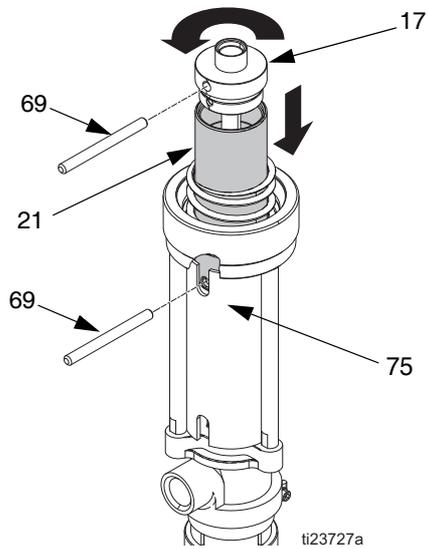

Рис. 13
4. Совместите паз кожуха (75) с отверстием поршня и установите штифт (69) в отверстие поршня для фиксации поршня. Воспользуйтесь вторым штифтом (69), чтобы отвинтить крышку поршня (17) и отделить ее от поршня (21), открыв доступ к установочному штифту (19). См. Рис. 13.